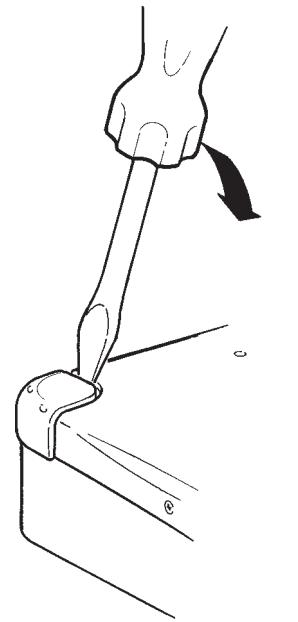

Fig. 2
- Nur bei CDP 110: Die Abdeckungen entfernen (Fig. 2).
- Die beiden Spindeln herausziehen (2).
- CD-Klappe nach oben herausheben (3).
- Only CDP 110: Remove the door caps (Fig. 2).
- Push the two spindles outside (2).
- Lift the CD-Door (3).